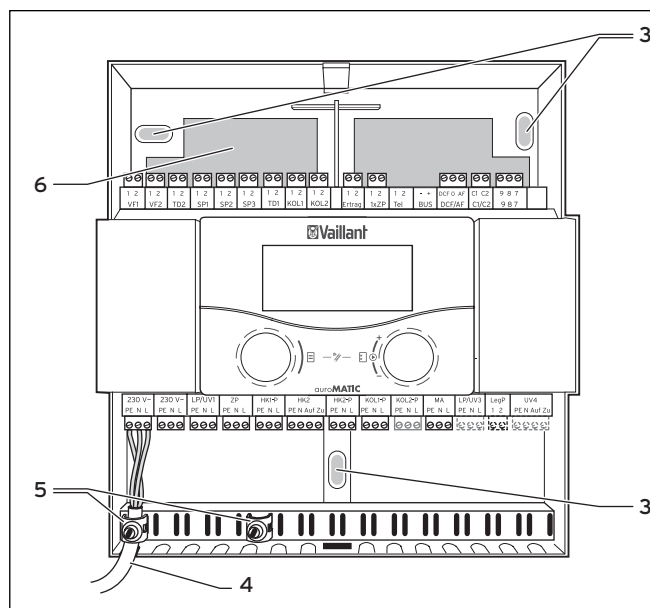
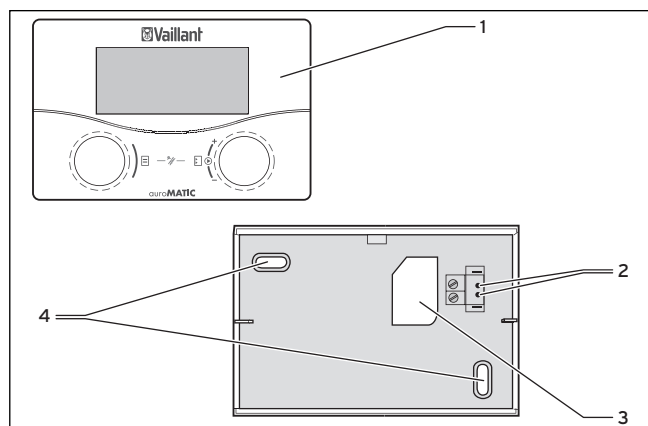

Fig. 4.3 Montage mural
Fig. 4.4 Montage comme appareil de commande à distance
- Pratiquez deux trous de fixation (4) pour le socle mural VR 55, d'un diamètre de 6 mm (→ fig. 4.4).
- Passez le câble de raccord à travers le passe-câbles (3).
- Raccordez le câble de raccord (→ fig 4.3).
- Positionnez le régulateur sur le socle mural de manière à ce que les ergots sur la face arrière de la partie supérieure coïncident avec les orifices (2).
- Enfoncez le régulateur (1) sur le socle mural jusqu'à ce qu'il s'y enclenche.